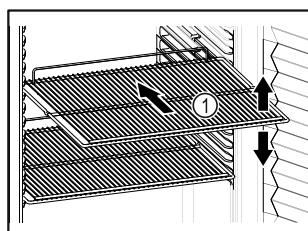

Fig. 82 Примерное изображение
- Если имеются решетчатые полки Fig. 82 (1), отрегулируйте высоту их установки.